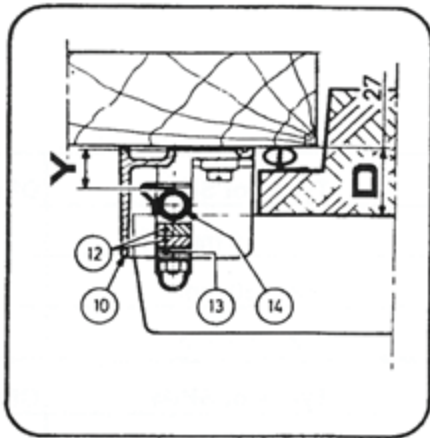

Fig 9
Après avoir contrôlé la côte (Y) fig. 9 et 10, fixer la gâche (10) avec ses plaquettes crantées (11).
- A - GÂCHE SEULE : Fixer la gâche (10) sur l'hubriserie à 2 mm de la porte en respectant un jeu de 3 mm bien réparti entre la gâche et le boîtier extérieur.
- B - GÂCHE + CALE A : Fixer la gâche (10) avec la cale A (16) sur l'hubriserie et régler comme gâche seule.
- C - GÂCHE + CALE B : Fixer la cale B (24) sur l'hubriserie par 3 vis TF 90 Ø 6, puis la gâche (10) sur la cale et régler comme gâche seule.
After control of dimension (Y), Fig. 9 + 10, fix the strike (10) with notched plates (11)